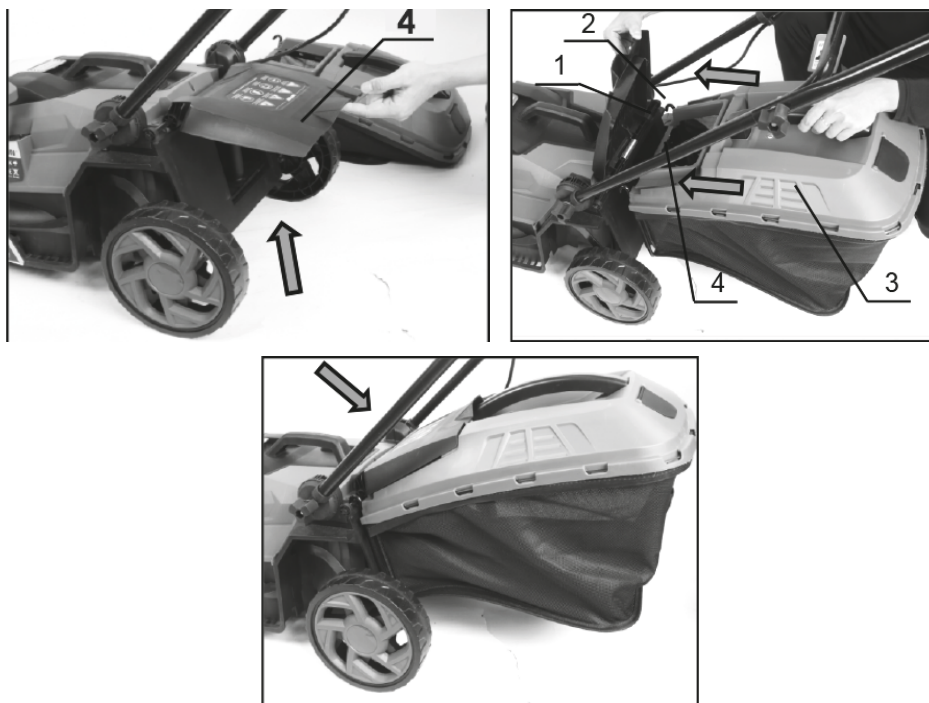

Рисунок 10. Схема під'єднання контейнера для трави (травозбірника).
- відкрити задню кришку косарки (3, рис. 10);
- поєднати гачки (2, рис. 10) травозбірника (3, рис. 10) з виступаючими кінцями вісі газонкосарки (1, рис. 10), як показано на рис. 10;
- переконалися в надійності фіксації травозбірника та закрити задню кришку корпусу газонкосарки (1, рис. 10).